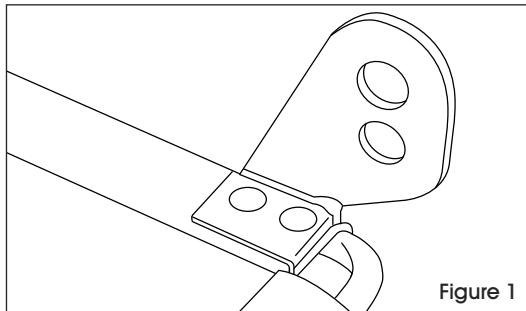

Figure 1
1. Alignez un support droit avec le côté arrière droit du rebord de la benne. (Voir Figure 1)